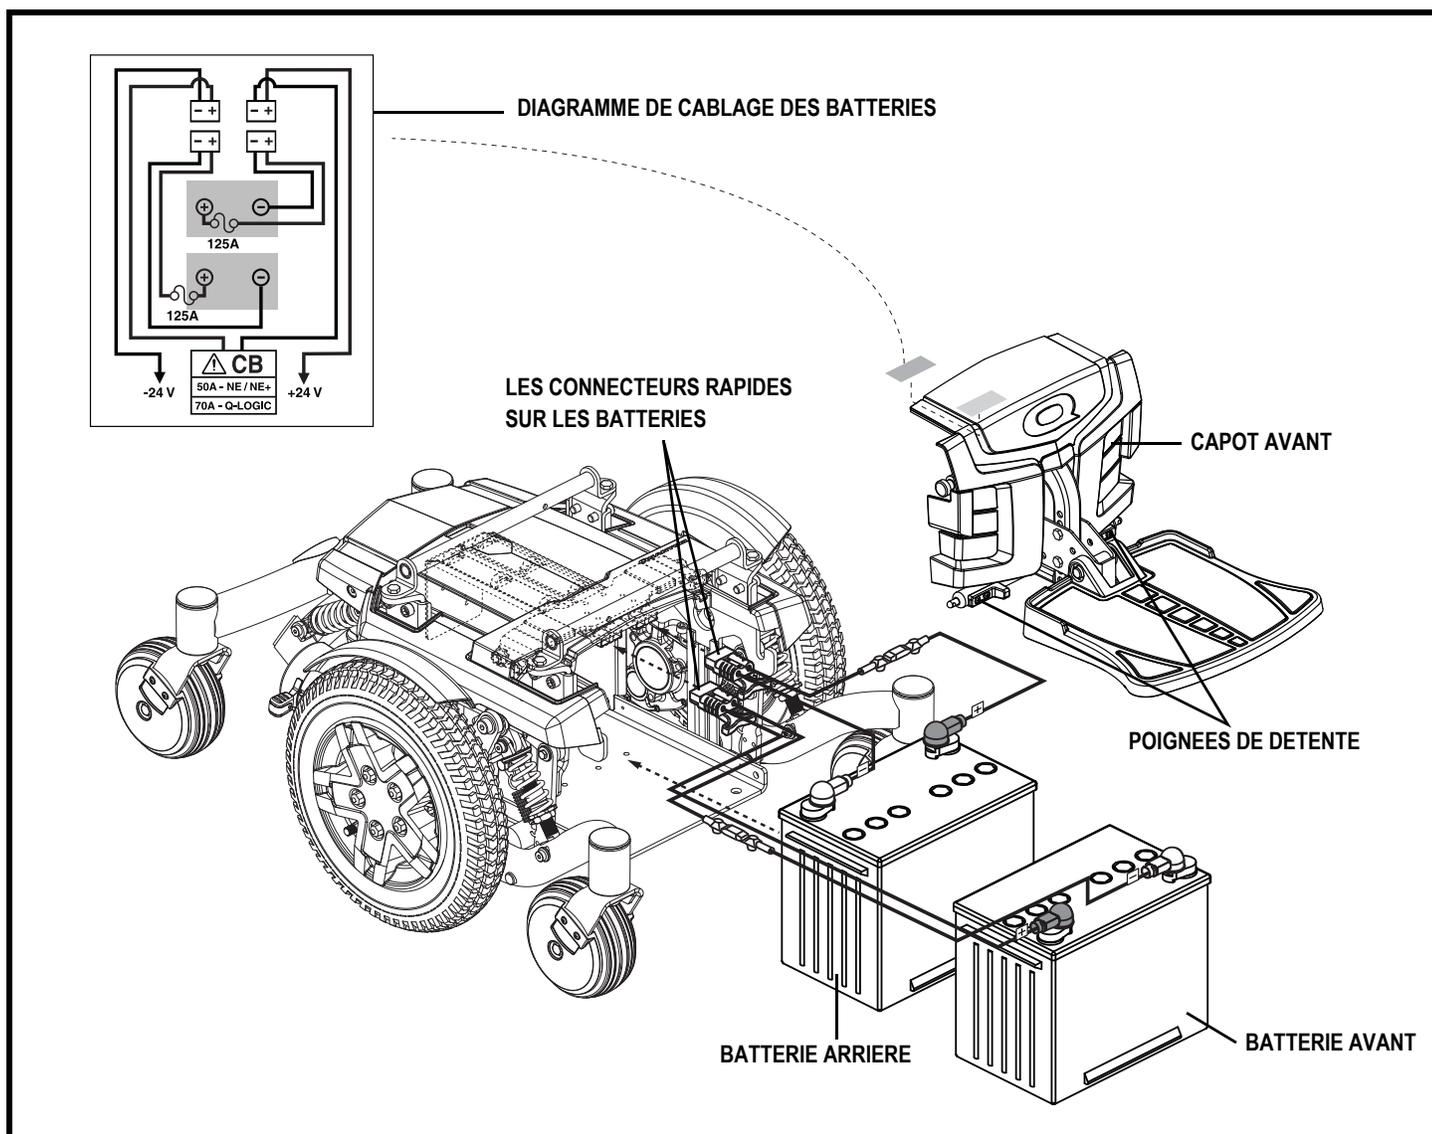

Figure 24. Installation des batteries
3. Retirez le capot avant en comprimant les poignées de détente (voir la figure 24) et en soulevant le plateau.
7. Installez le fil sur la batterie avant selon le diagramme de branchement. Voir la figure 24.
8. Installez le fil sur la batterie arrière selon le diagramme de branchement. Voir la figure 24.